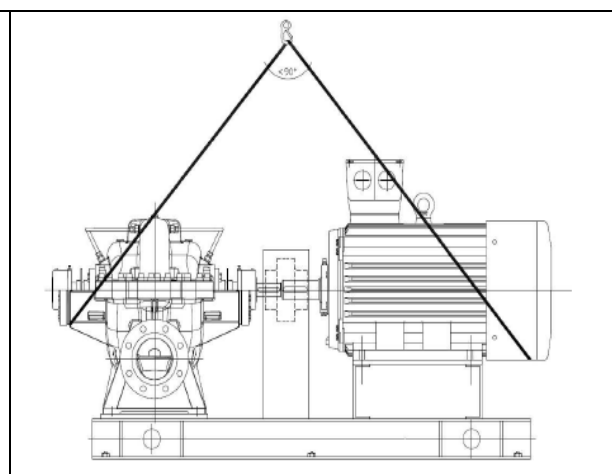

Рис. 5 Опорная плита без подъемных отверстий
- если опорная плита не имеет отверстий для подъема или петель: см. Рис.5